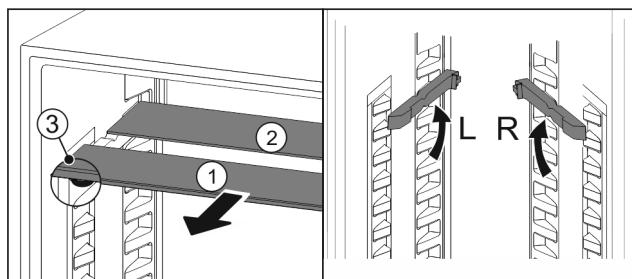

Fig. 93
- ▶ По одной извлеките Fig. 93 (1) стеклянные панели движением вперед.
- ▶ Стеклянная панель Fig. 93 (1) с декоративной планкой лежит спереди.
- ▶ Стопоры Fig. 93 (3) показывают вниз.